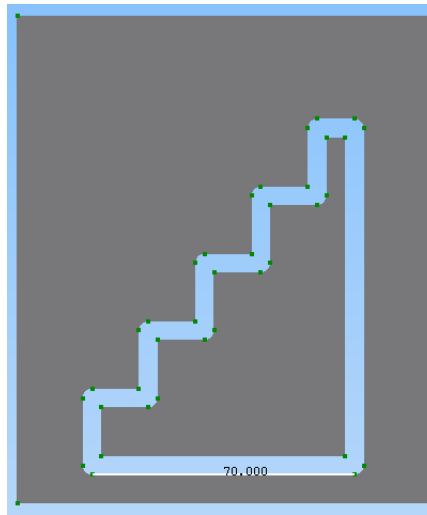

Рисунок 3.20 - Контроль розміру оброблюваної деталі
10.3. Вибираючи потрібні точки, виміряйте між ними відстань (рис. 3.20) і порівняйте отримані результати з вихідним кресленням (рис. 3.5).